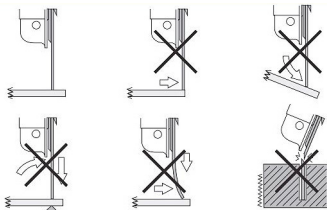

Figura 5
- Discos de corte devem ser utilizados num ângulo de 90° em relação à peça (Figura 5).